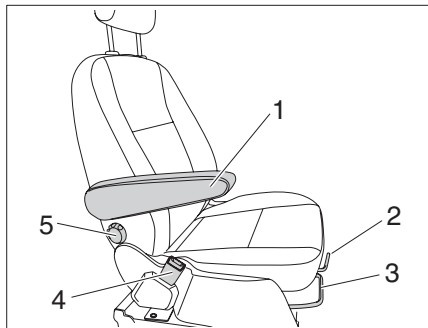

Bild 14 Fahrersitz und Beifahrersitz
- ▶ Armlehne (Bild 14,1) nach oben stellen.
- ▶ Bügel (Bild 14,3) ziehen und den Fahrersitz/ Beifahrersitz nach vorne schieben.
- ▶ Entriegelungshebel (Bild 14,2) ziehen und den Sitz drehen.
- ▶ Den Bügel (Bild 14,3) ziehen. Der Sitz kann nach vorn oder hinten verschoben werden.
- ▶ Das Einstellrad (Bild 14,5) für die Rückenlehnenverstellung drehen. Die Rückenlehne lässt sich in ihrer Neigung verstellen.